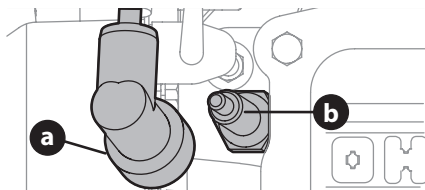

Figura 11
1. Retire la funda de la bujía (a) y utilice una llave para bujías para extraer la bujía (b) (Figura 11).